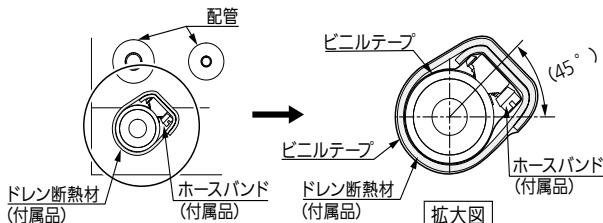

図23
- 図23のようにホースバンドをドレンホースの端から5 mmはなしたところにしっかり締め付けてください。
- ホースバンドの固定部が図23のように45°の範囲になるように取り付けホースバンドが広がらないように、ビニルテープを巻いてください。
- ホースバンドに、ドレン断熱材（付属品）のはがれを防ぐために、ビニルテープを巻いてください。（14ページ 図23）
- その上からドレン断熱材（付属品）を隙間のないように巻いてください。（14ページ 図23）